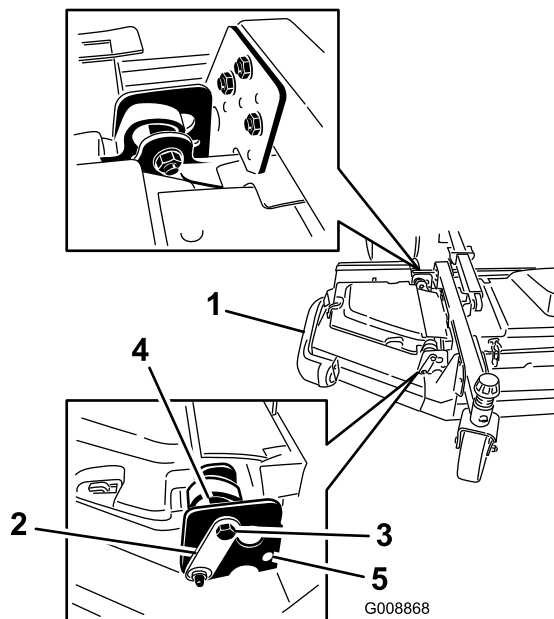

Figura 7
2. Allentate i bulloni e i dadi che fissano i 2 distanziali degli eccentrici alle alette (Figura 7).
4. Ruotate l'eccentrico posteriore (più vicino al trattore) fino a quando l'estremità della lama esterna non si trova circa 3 mm più in alto dell'altezza di taglio desiderata (Figura 7).